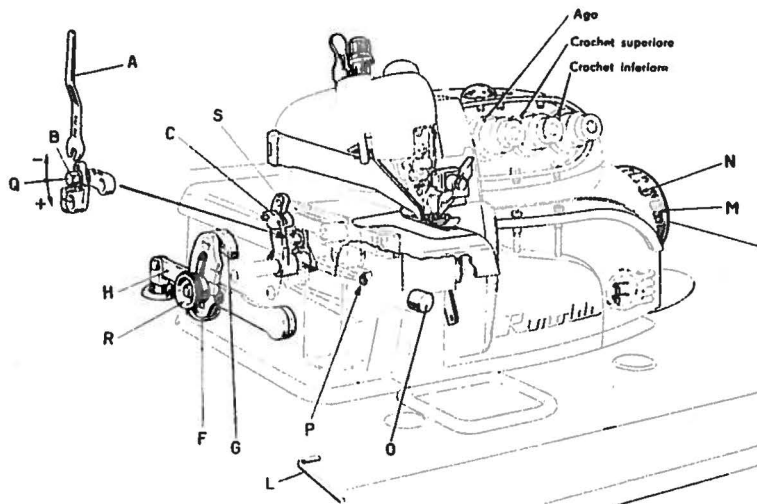

fig. 14
9. Trasporto (fig. 14).
e) Variazione lunghezza punto (fig. 14)